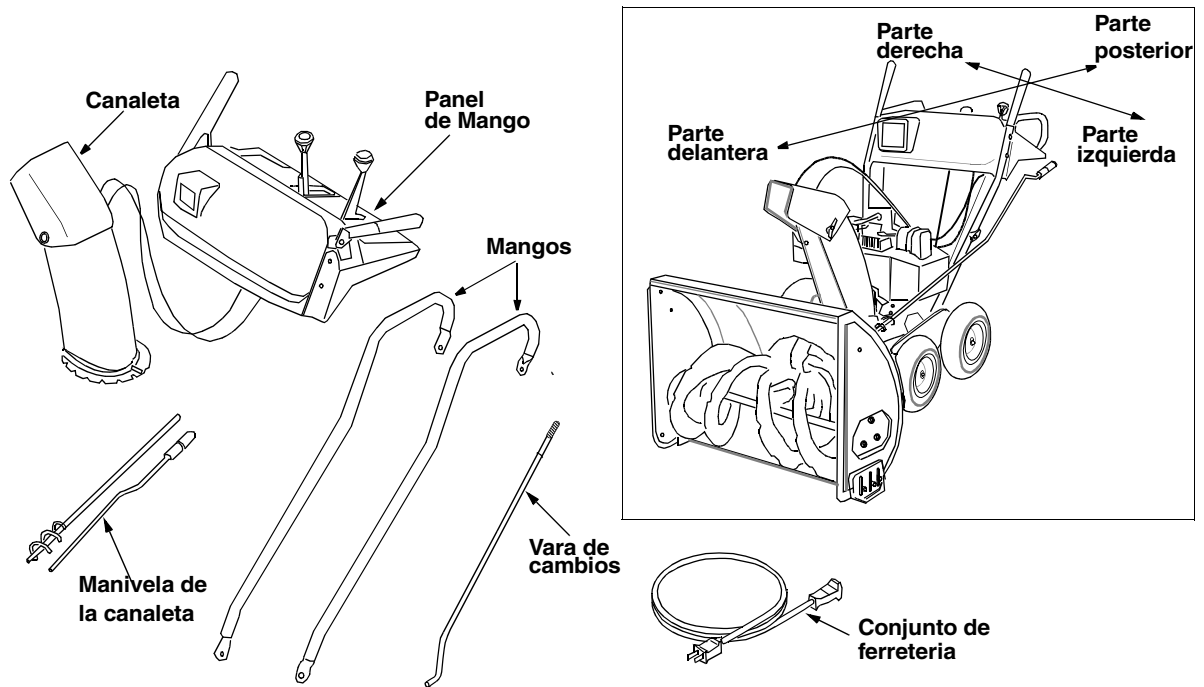

Figura 1
**Nota:** Para determinar los lados derecho e izquierdo de su expulsor de nieve, párese detrás de la unidad con el motor en la posición más alejada de usted. Vea el recuadro de la Figura 1.
(Vea la Figura 1)